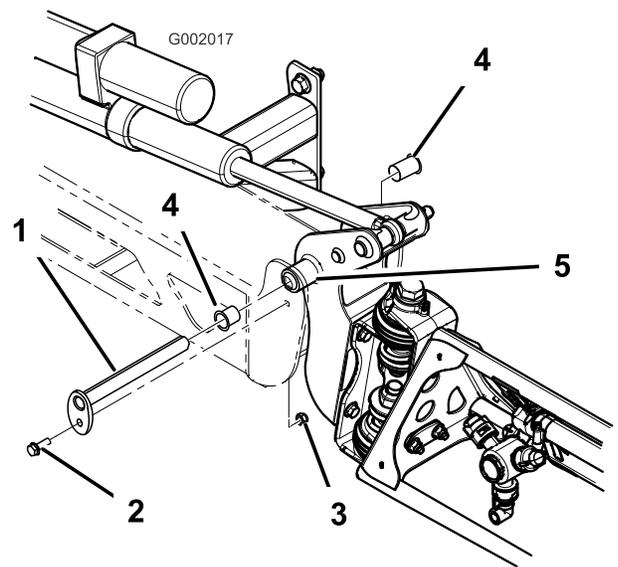

Figura 73
3. Con el peso del brazo apoyado, retire el perno y la tuerca que fijan el pasador de giro al conjunto del brazo (Figura 73). Retire el pasador de pivote.
5. Retire los casquillos de nylon desde delante y desde detrás del soporte del pivote e inspecciónelos (Figura 73). Sustituya cualquier casquillo dañado.
7. Instale el conjunto de brazo y soporte del pivote en el bastidor central, alineando los orificios (Figura 73).